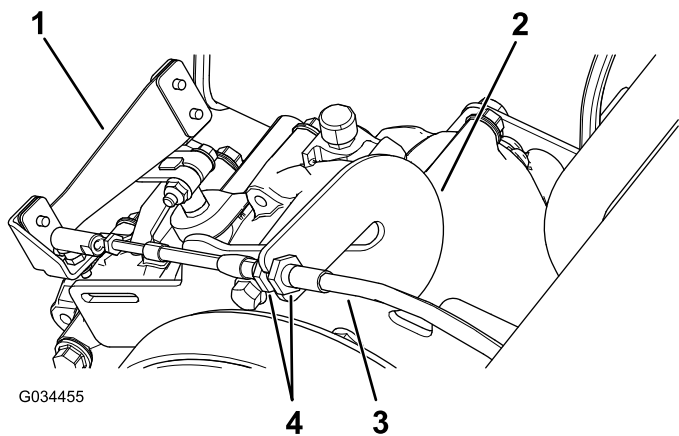

Bild 49
1. Lösen Sie die Klemmmuttern am Bowdenzug und stellen sie ggf. ein (Bild 49).
2. Testen Sie die Ganghebelstellung, indem Sie den Ganghebel auf drei unterschiedliche Stellungen drehen. Prüfen Sie, ob der Ganghebel (Bild 49) richtig beim Ändern der Gänge schaltet, siehe Einstellen der Neutral-Stellung des Ganghebels \(Seite 47\).